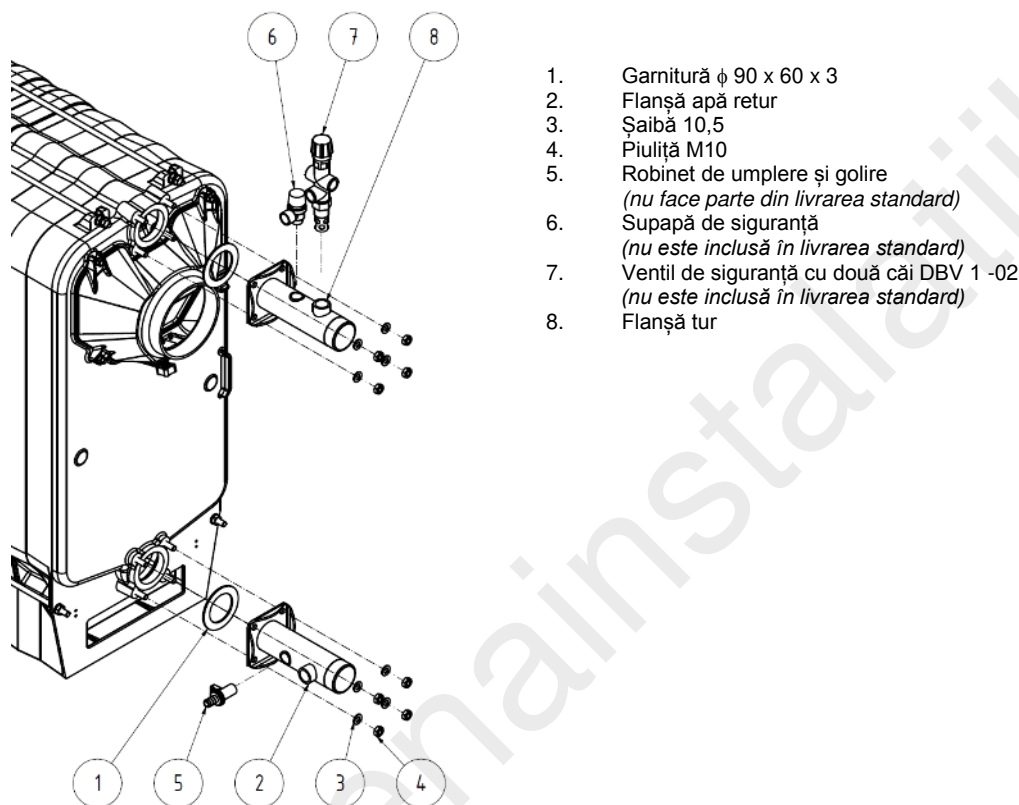

Fig. nr. 13 Instalarea corpului de cazan
6. După racordarea cazanului la sistemul de încălzire se înșurubează pe cazan robinetul de golire conform fig. nr. 13.